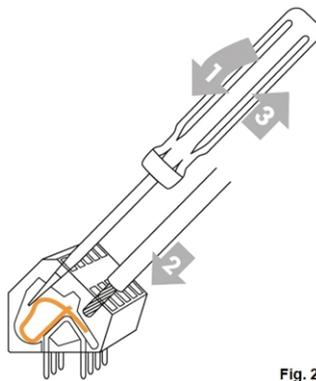

Fig. 2
3. Abra las abrazaderas con un destornillador (imagen 2) y conecte el sistema eléctrico al regulador.